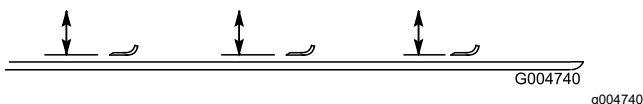

Bild 92
2. Drehen Sie die Messer, bis die Enden nach vorne und hinten zeigen und messen Sie von der Innenseite des Mähwerks bis zur Schnittkante an der Vorderseite des Messers (Bild 92).